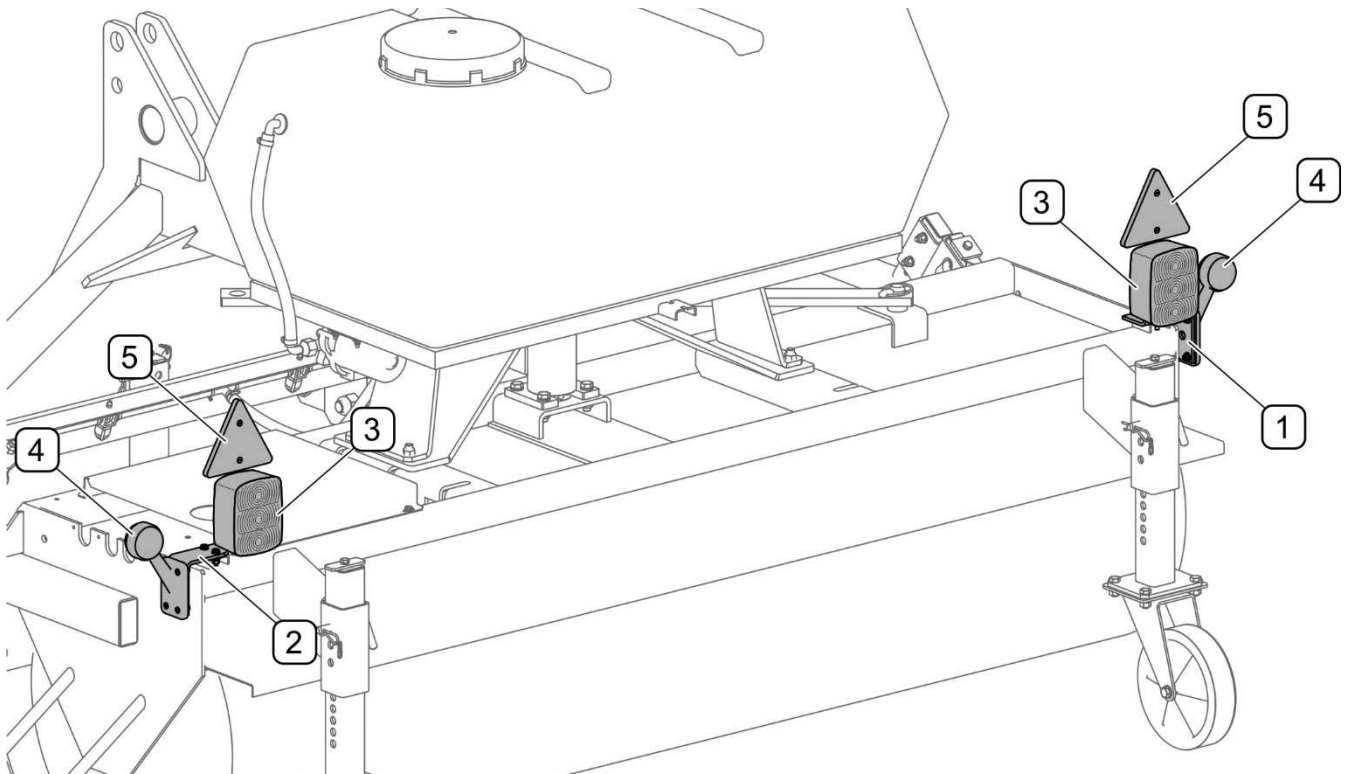

ABB. 4.12 **Zusätzliche Beleuchtung auf der Rückseite der Kehrmaschine (Option)**
(1) - Halterung; (2) - Kennzeichnungstafel für bauartbedingt langsam fahrende Fahrzeuge (gehört nicht zum Lieferumfang der Maschine)
- Wenn die Kehrmaschine die Beleuchtung des Schleppers verdeckt, muss die Zusatzbeleuchtung (ABB. 4.12) verwendet werden, die auf der Rückseite der Kehrmaschine befestigt wird (Zusatzausstattung).